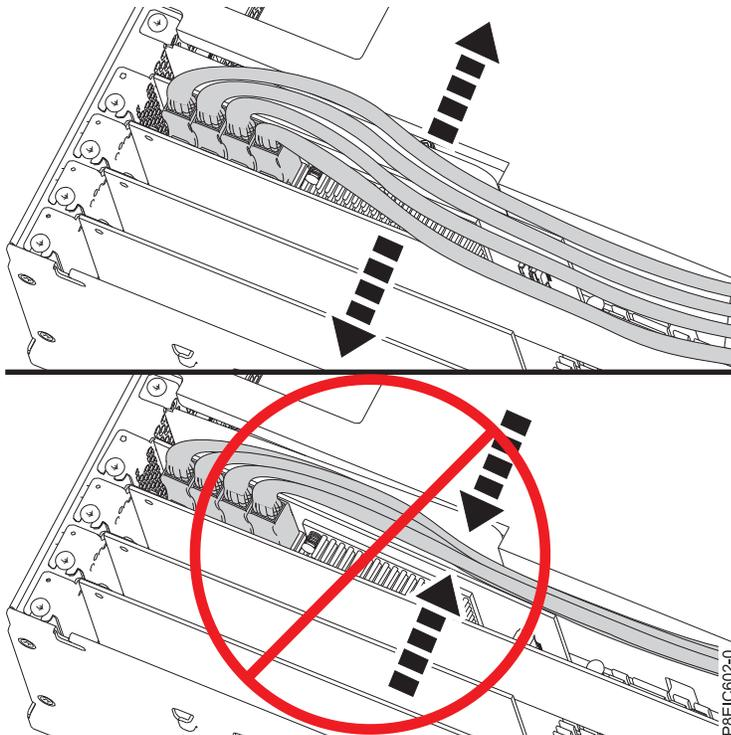

Figura 41. Roteando o cabo de sinal da unidade de disco
- f. Roteie os cabos de sinal da unidade de disco ao longo da parte superior dos adaptadores PCIe para evitar que os cabos danifiquem os adaptadores. Não roteie os cabos entre os adaptadores. Estenda os cabos para assegurar que a tampa de acesso de serviço possa ser fechada sem pinçar os cabos. Consulte Figura 41 na página 63 para obter um exemplo de como rotear os cabos ao longo da parte superior dos adaptadores PCIe. Suas conexões de cabo podem ser diferentes do Figura 41 na página 63, mas como o cabo é roteado ao longo da parte superior dos adaptadores PCIe não será diferente.